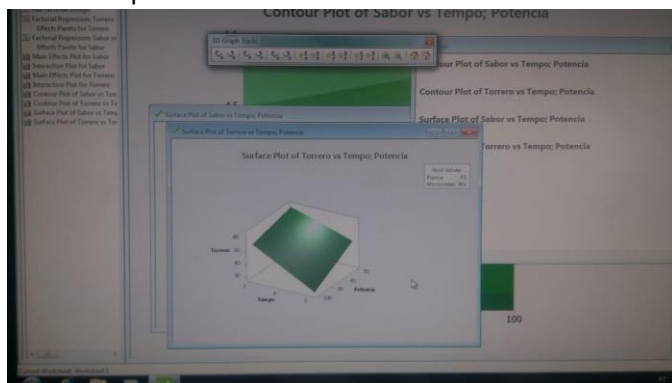

Figura 24 – Gráfico Tridimensional de “Torrero” x “Tempo” x “Potência”.
24- Na Figura 24 abaixo vemos a variação tridimensional da variação de “Torrero” em função do Tempo e da Potência. As conclusões são as mesmas do item (19) acima, mas mostrada em forma de uma superfície.